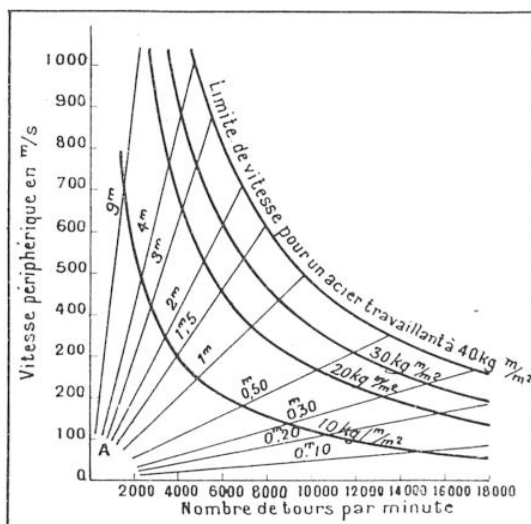

FIG. 10. — GRAPHIQUES DE VAPORISATION DES TURBINES SYSTÈME « BÉCHARD »
La puissance possible d'un tel système est fonction des *calories* absorbées. Or, l'inventeur affirme qu'il peut obtenir une production de vapeur supérieure à 400 kg par heure et par m² de surface chauffée dans une chaudière de 50 cm de diamètre, tournant seulement à 1 000 tours/mn (1). Or, la rotation peut, avec des matériaux spéciaux, être immensément accrue. Et la puissance par unité de surface croît en fonction de la rotation comme l'indique le graphique (fig. 10), qui porte sur des vitesses rivalisant avec celles de la turbine Huttner.